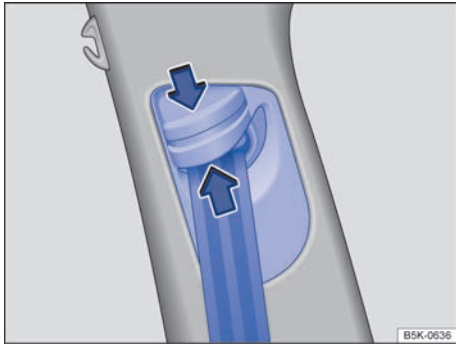

Fig. 68 Junto a los asientos delanteros: regulador de la altura del cinturón.
- Comprima el dispositivo de reenvío en el sentido de las flechas y manténgalo en esta posición ⇒ **fig. 68**.